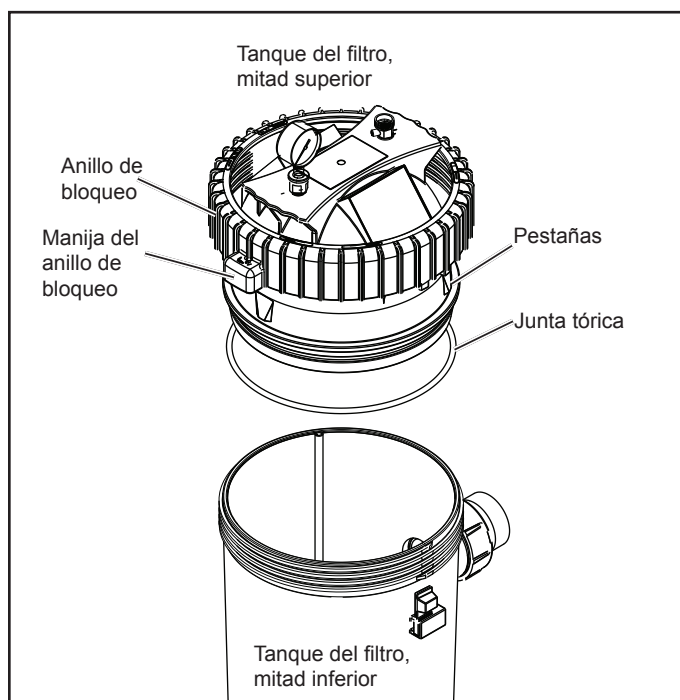

Figura 4. Anillo de bloqueo
1. Asegúrese de que la junta tórica esté en posición en la mitad superior del taque. Presione la tapa del filtro sobre la mitad inferior hasta que se asiente. Resultará de ayuda para la instalación lubricar la junta tórica con un lubricante con base de silicona. Consulte la Figura 4.